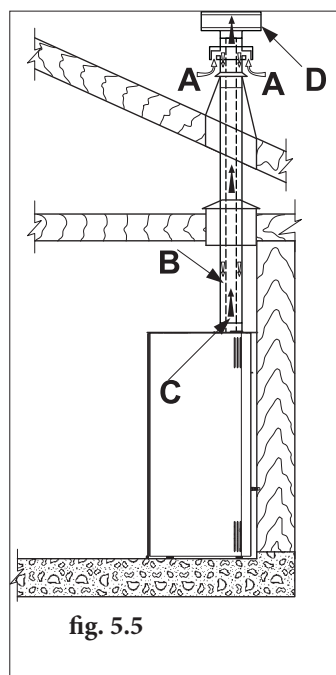

fig. 5.5
- Kanalisierung der Verbrennungsluft durch Nutzung eines koaxialen Auslassrohrs für Abgasabführung und Luftentnahme; daher ist im Raum kein klassischer Lufteinlass erforderlich (Abb. 5.5 A, B = Lufteintritt C, D = Rauchaustritt);